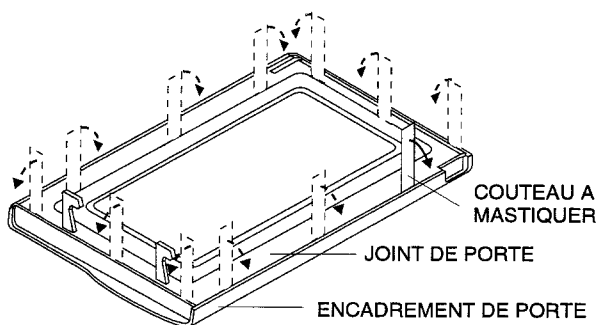

Figure C-5 Démontage de la porte
l'encadrement de porte comme indiqué sur la Figure C-5 pour libérer les pièces attachées.
4. Essayer les principes du levier et soulever le joint de porte en insérant le couteau à mastiquer comme indiqué sur la Figure C-5.